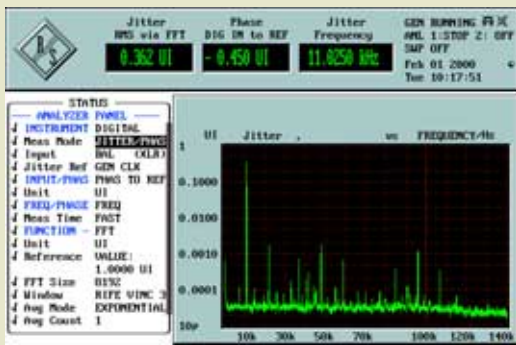

Bild 9: Mit Hilfe des Jitter-Spektrums lassen sich einzelne Störkomponenten leicht ermitteln
- ◆ Messung der Jitter-Amplitude und Darstellung des Jitter-Signals im Frequenz- und Zeitbereich (Bild 9 und 10)